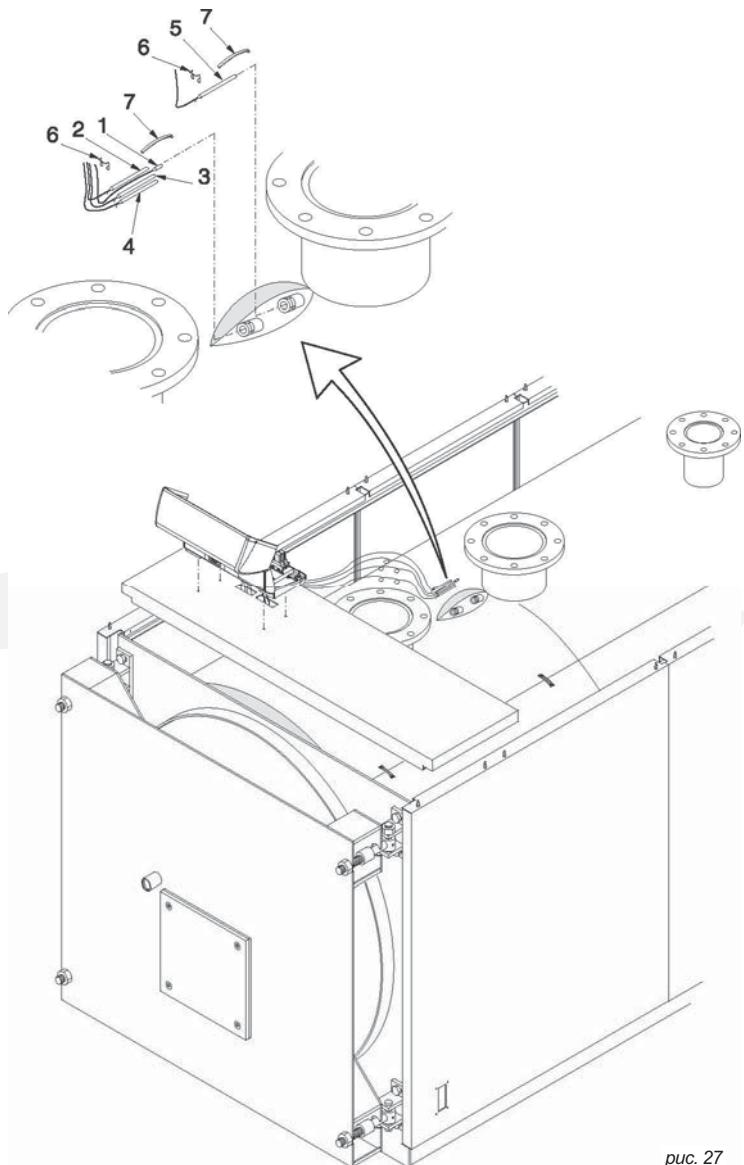

рис. 27
F) Вставьте датчики приборов в манжеты, как показано на рис. 27 и подключите пульт управления к электропитанию, к горелке, насосам, и т.д. Закройте крышку панели управления. Проведите кабель горелки через зажимную панель проводов (поз. 5) со стороны его выхода и зафиксируйте кабель при помощи прилагаемого хомута.
- F) Вставьте датчики приборов в манжеты, как показано на рис. 27 и подключите пульт управления к электропитанию, к горелке, насосам, и т.д. Закройте крышку панели управления. Проведите кабель горелки через зажимную панель проводов (поз. 5) со стороны его выхода и зафиксируйте кабель при помощи прилагаемого хомута. Зафиксируйте маленькие панели (поз. 5) на боковых панелях обшивки.
- E) Вставьте датчики приборов в манжеты, как показано на рис. 27 и подключите панель управления к электропитанию, к горелке, насосам, и т.д. Закройте крышку панели управления. Проведите кабель горелки через зажимную панель проводов (поз. 7) со стороны его выхода и зафиксируйте кабель при помощи прилагаемого хомута. Зафиксируйте маленькие панели (поз. 7) на боковых панелях обшивки. С обратной стороны котла аккуратно соедините выходящие электрические кабели в связку при помощи прилагаемого зажима.
Произведите установку датчиков в погружную гильзу, расположенную в верхней части котла (см. рис. 27) в следующей последовательности: